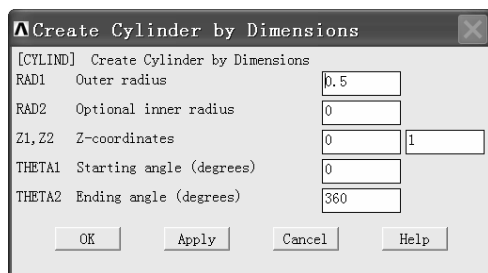

图 3-38 “Create Cylinder by Dimensions”窗口
(9) 在“Linear Isotropic Properties for...”窗口中“DENS”后的方框内输入 7900，在“EX”后的方框内输入“2e11”，在“NUXY”后的方框中输入“0.3”。以上输入表示：材料的密度为  $7900\text{kg/m}^3$ ，杨氏模量为  $2 \times 10^{11}\text{Pa}$ ，泊松比为 0.3。再单击“OK”按钮返回到“Define Material Model Behavior”窗口，单击“Define Material Model Behavior”窗口右上角的叉号关闭该窗口。
(10) 依次选择 Main Menu>Preprocessor>Modeling>Create>Volumes>Cylinder>By Dimensions, 弹出“Create Cylinder by Dimensions”窗口(见图 3-38); 在“Outer radius”后的方框中输入“0.5”, 在“Optional inner radius”后的方框中输入“0”, 在“Z-coordinates”后的两个方框中依次输入“0”、“1”, 在“Starting angle (degrees)”后的方框中输入“0”, 在“Ending angle (degrees)”后的方框中输入“360”, 然后单击“OK”按钮生成圆柱体。